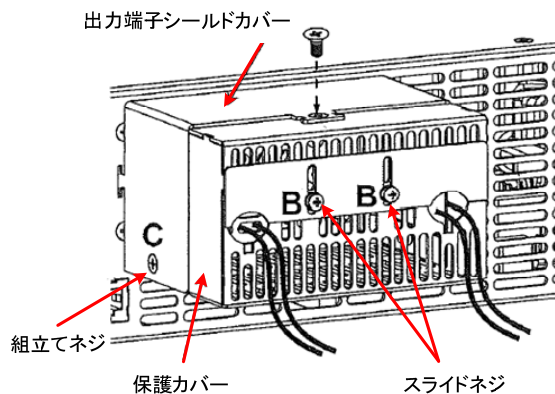

図 2-21 出力端子用シールドカバーの取付け
- (4) 保護カバーを筐体に取り付け、図 2-21 に示すように“A”部のネジで固定します。